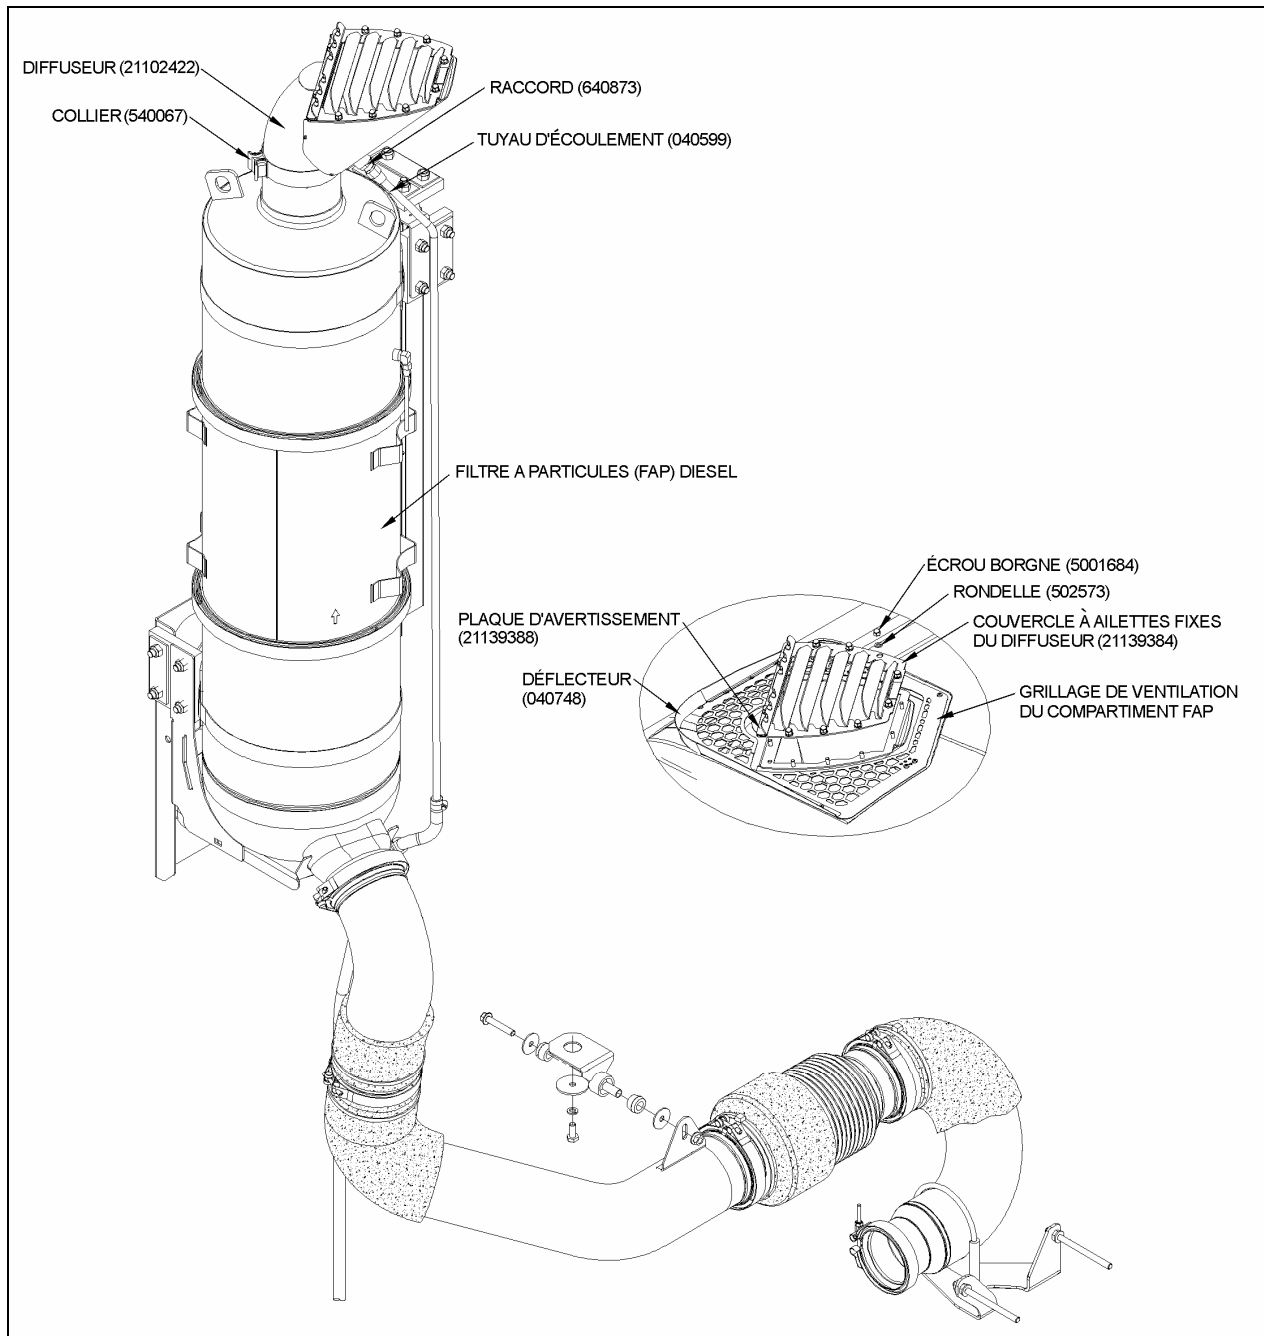

FIGURE 1 : INSTALLATION DU SYSTÈME D'ÉCHAPPEMENT AVEC MOTEUR DDEC VI
2. Enlever le grillage de ventilation du compartiment du Filtre À Particules (FAP) diesel et le mettre de côté (voir fig. 1 ou 2).
3. Retirer le collier de fixation du diffuseur situé au-dessus du filtre à particules (voir fig. 1 ou 2).
4. Dévisser le raccord du tuyau d'écoulement du diffuseur puis retirer le tuyau (voir fig. 1 ou 2).
6. Positionner le grillage de ventilation du compartiment du Filtre À Particules (FAP) diesel puis fixer le nouveau déflecteur (040748) et le grillage à l'aide des vis (voir fig. 1 ou 2).
7. Fixer le diffuseur à l'aide du collier de fixation en acier inox. (540067) (voir fig. 1 ou 2).
8. Remplacer le tuyau d'écoulement en cuivre par un tuyau en acier inox. (040599) et le fixer au diffuseur à l'aide du nouveau raccord (640873) (voir fig. 1 ou 2).
9. Fixer le couvercle à ailettes fixes du diffuseur (21139384) ainsi que la plaque d'avertissement (21139388) sur le diffuseur à l'aide des rondelles (502573) et des écrous borgnes (5001684) (voir fig. 1 ou 2).
3. Dévisser le raccord du tuyau d'écoulement du diffuseur (voir fig. 1 ou 2).
5. Fixer le couvercle à ailettes fixes du diffuseur (21139384) ainsi que la plaque d'avertissement sur le diffuseur à l'aide des rondelles (502573) et des écrous borgnes (5001684) (voir fig. 1 ou 2).
6. Fixer le nouveau déflecteur (040748) sur le grillage de ventilation du compartiment du Filtre À Particules (FAP) diesel à l'aide des vis de fixation du grillage (voir fig. 1 ou 2).
2. Fixer le couvercle à ailettes fixes du diffuseur (21139384) ainsi que la plaque d'avertissement sur le diffuseur à l'aide des rondelles (502573) et des écrous borgnes (5001684) (voir fig. 1 ou 2).
3. Fixer le nouveau déflecteur (040748) sur le grillage de ventilation du compartiment du Filtre À Particules (FAP) diesel à l'aide des vis de fixation du grillage (voir fig. 1 ou 2).